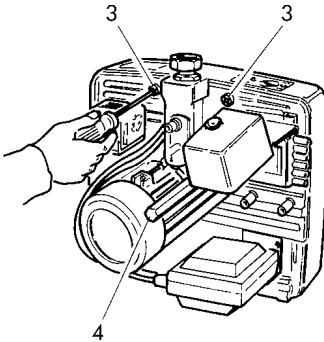

Abb. 2
- Die Schrauben 3 und den Mittelbolzen 4 lösen (Abb. 2).